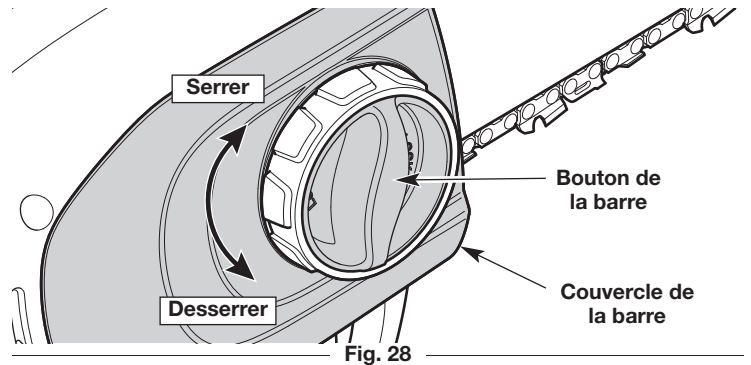
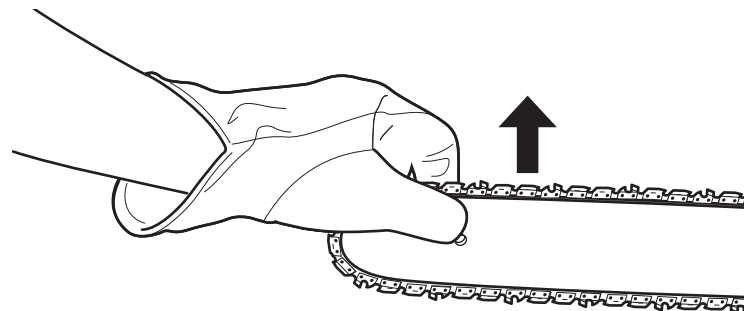
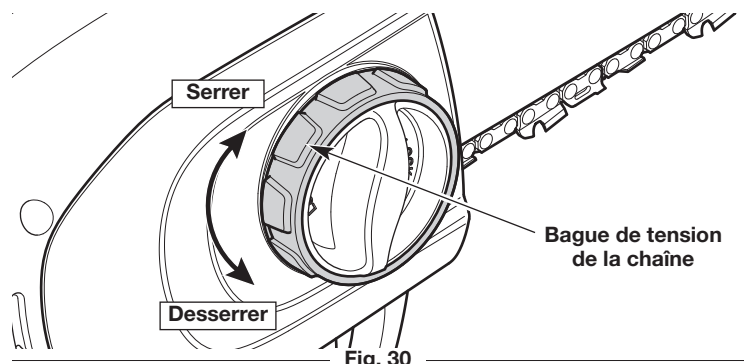

Fig. 28
Fig. 29
Fig. 30
1. Tourner le bouton de la barre dans le sens antihoraire pour desserrer légèrement le revêtement de la barre (Fig. 28). **NE PAS** retirer le revêtement de la barre.
2. Maintenir la barre de guidage tournée vers le haut (Fig. 29) et tourner la bague de tension de la chaîne pour régler la tension (Fig. 30).
3. Continuer à maintenir la barre de guidage tournée vers le haut (Fig. 29). Tourner le bouton de la barre dans le sens horaire pour serrer légèrement le revêtement de la barre (Fig. 28).
1. Tourner le bouton de la barre dans le sens antihoraire pour desserrer le revêtement de la barre (Fig. 28).
5. Tournez la bague de tension de la chaîne (Fig. 30) jusqu'à ce que la flèche de la chaîne de tension s'aligne avec la flèche se trouvant sur le couvre barre (Fig. 35).
7. Tourner la bague de tension de la chaîne (Fig. 30) dans le sens horaire jusqu'à ce que le revêtement de la barre soit relié au logement du moteur et que la barre de guidage commence à se bouger vers l'avant.
8. Tourner le bouton de la barre dans le sens horaire pour serrer légèrement le revêtement de la barre (Fig. 28). **NE PAS** serrer complètement le bouton de la barre.
10. Maintenir la barre de guidage tournée vers le haut (Fig. 29). Tourner le bouton de la barre dans le sens horaire pour serrer légèrement le revêtement de la barre (Fig. 28).